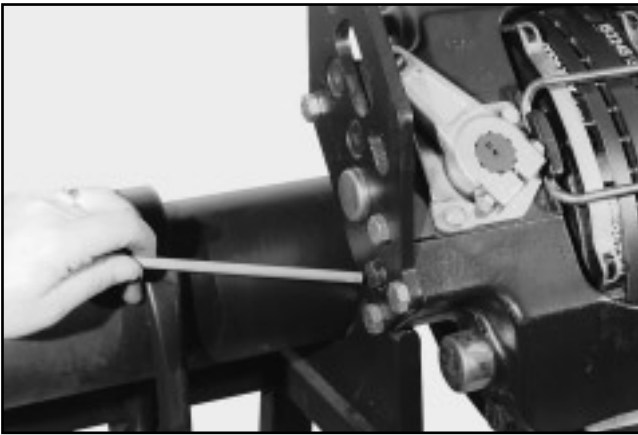

FIG. 12
L'accesso per la chiave esagonale è dato estraendo il tappo (Fig. 12) dalla piastra posteriore.
3. Togliere il tappo regolatore dalla staffa della camera d'aria (Fig. 12).